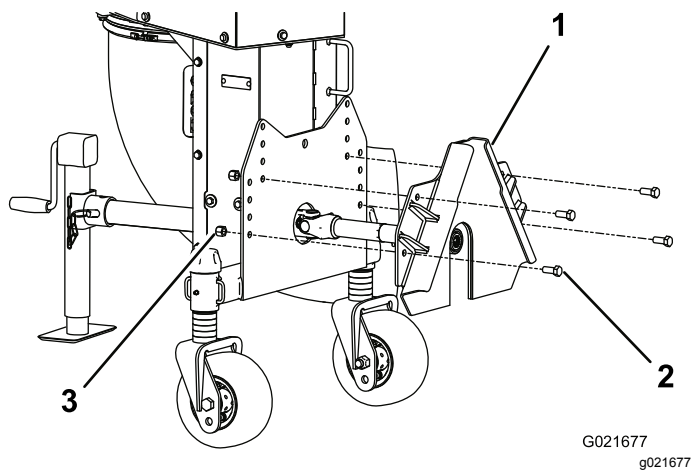

図 6
2. 図 6 に示すように、取り付けプレートをブローのフレームに固定するボルト 1/2 x 1-1/4"4 本とロックナット 1/2"4個を使用する。